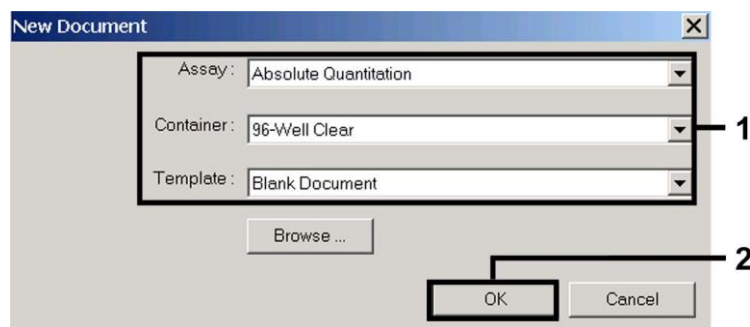

Fig. 3: Förinställningar för att skapa en ny PCR-körning (*New Document*) (Nytt dokument).
Välj menyposten *New* (Ny) i menyn *File* (Arkiv) i ABI PRISM 7000 SDS och programmera följande initiala inställningar för det nya dokumentet (se Fig. 3). Det finns en säkerhetskopierad mall (*SDS Template* [*.sdf] (SDS-mall)) tillgänglig i listan *Template* (Mall) eller du kan välja en med funktionen *Browse* (Bläddra) (se 8.6.1.5 **Spara PCR-körningen**). Bekräfta dina förinställningar (OK).